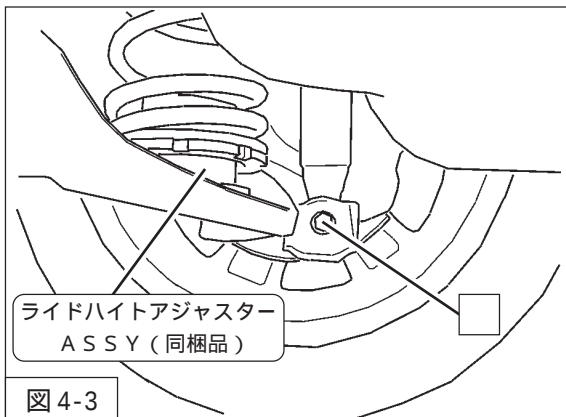

図4-3
4. アクスルビームをジャッキで下から支えながら、P 6「ダンパーASSY構成図」を参考に、リアコイルスプリングインシュレーター（純正部品）リアスプリング（同梱品）ラバーシートA（同梱品）ライドハイトアジャスターASSY（同梱品）ラバーシートB（同梱品）を車両に取付けてください。（図4-3）
5. ダンパーロア取付ボルト（締付トルク：49N・m）を取付けてください。（図4-3）